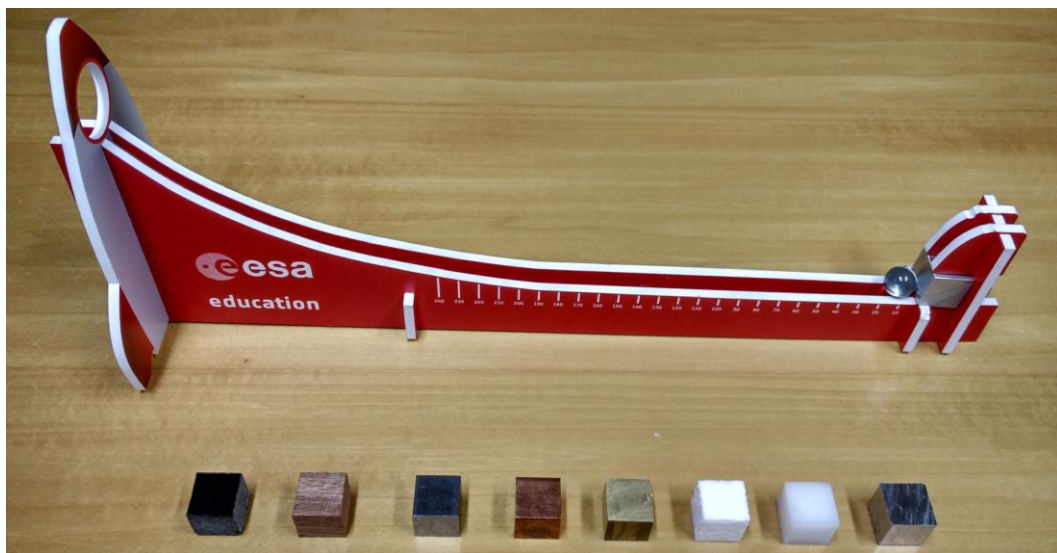

Figure 4 : Rampe de mesure du rebond après impact
1. Les participants effectuent le test d'impact pour chacun des cubes de matériaux à l'aide de la rampe fournie (figure 4) et notent leurs mesures sur la fiche d'activité. Pour cela, demandez aux participants de placer un bloc en bas de la rampe, puis de poser une bille en haut ; avant de la lâcher, vous pouvez éventuellement leur demander ce qu'ils pensent qu'il va se passer. Répétez cette expérience pour chacun des 8 matériaux à tester.